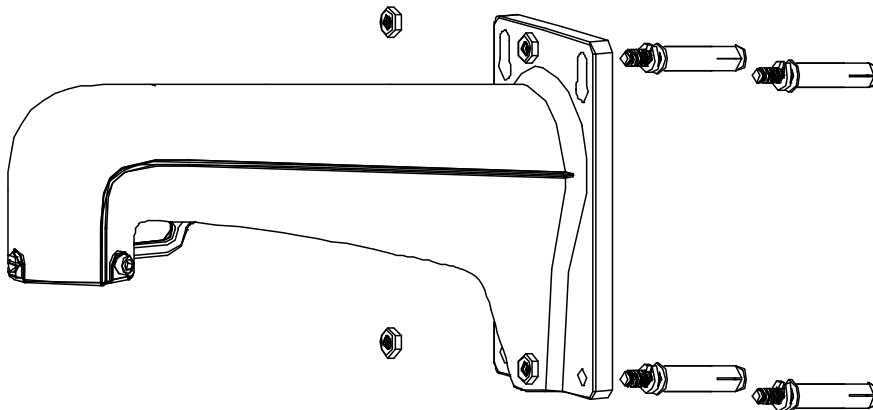

Рис. 1.7. Крепление кронштейна к стене
4. Прикрутите кронштейн четырьмя шестигранными гайками с шайбами (Рис. 1.7).